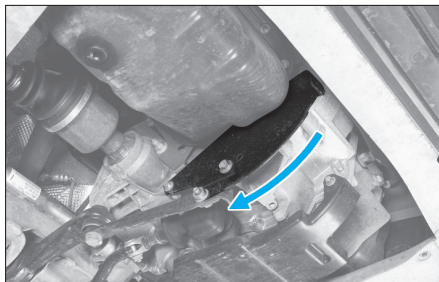

Fig. 14
- le carter inférieur en le faisant pivoter vers l'arrière du véhicule (flèche) (Fig.14) pour pouvoir dégager la crépine de la pompe à huile du cloisonnement du carter inférieur.